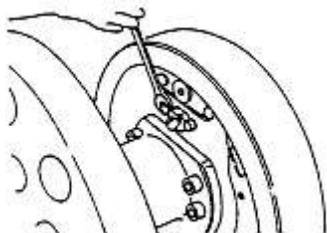

Рисунок 2-15
- (5) Отсоедините трубку от тормозного цилиндра. Затем открутите болты крепления и демонтируйте тормозной цилиндр с тормозного щита. См. рисунок 2-15.